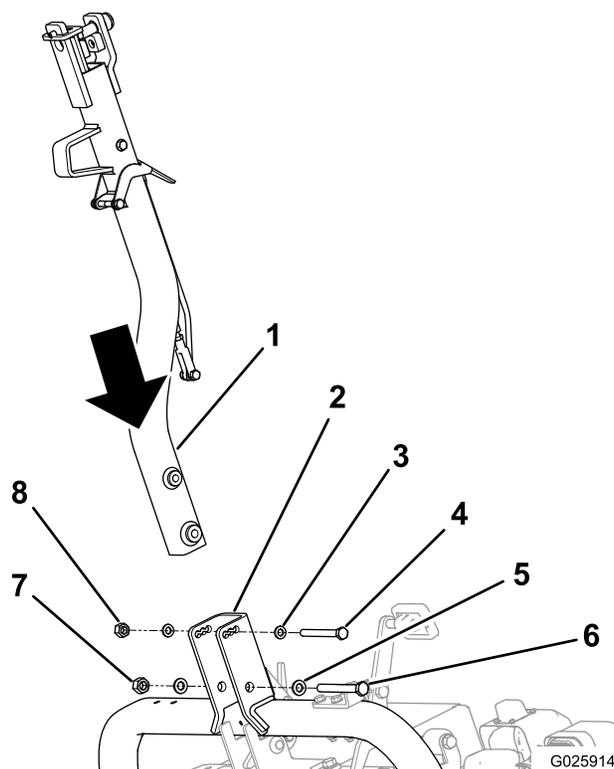

Figura 4
1. Sujete la barra de tracción al soporte de giro de la barra de tracción con los herrajes adecuados; consulte la Figura 4.